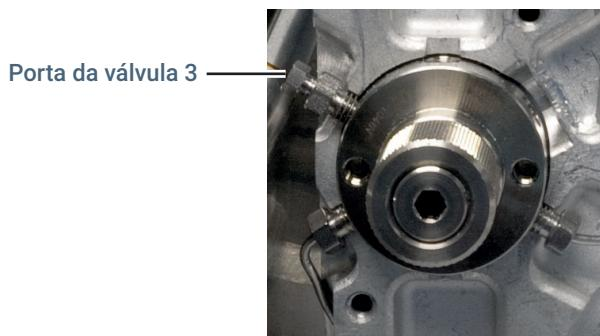

Figura 25. Porta de Válvula 3
- 6 A linha de transferência será instalada na válvula da porta 3 (na posição de 10 horas), conforme visto na Figura 25.